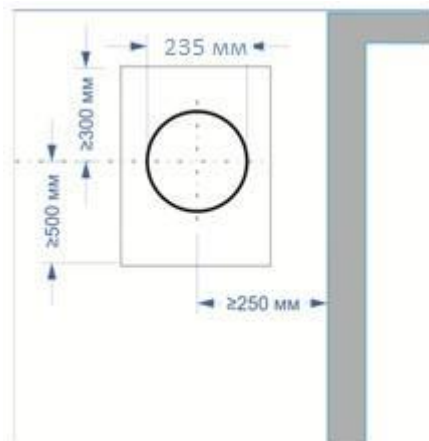

Рис. 3
- Центр отвору повинен знаходитися на відстані не менше 250 мм від краю вікна (рис. 3)